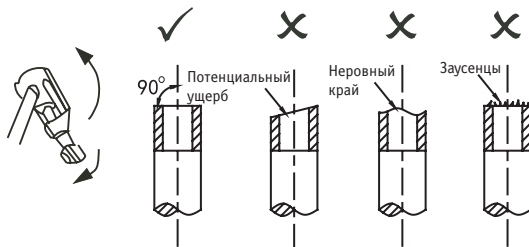

Рис. 10.4
1. Обрежьте трубу труборезом (см. рисунок 10.4).